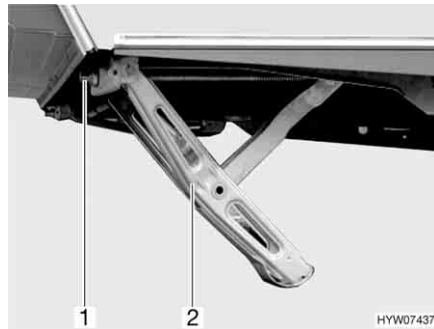

Bild 21 Kurbelstütze heruntergekurbelt
- Die serienmäßig beigelegte Handkurbel auf den Sechskant (Bild 21,1) der Kurbelstütze (Bild 21,2) stecken.